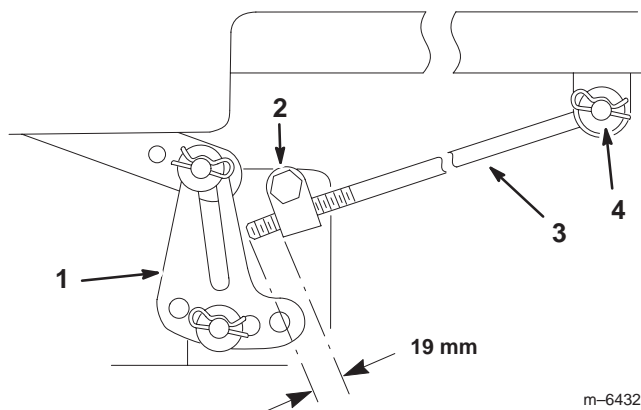

Figure 42
5. Mesurez la longueur de tige qui dépasse du bloc de réglage sur les côtés du châssis (Fig. 42).
- Si la longueur n'est pas égale à 19 mm, retirez la goupille fendue et la rondelle de l'extrémité de la tige (Fig. 42), puis vissez ou dévissez la tige jusqu'à obtention de la longueur requise (19 mm).